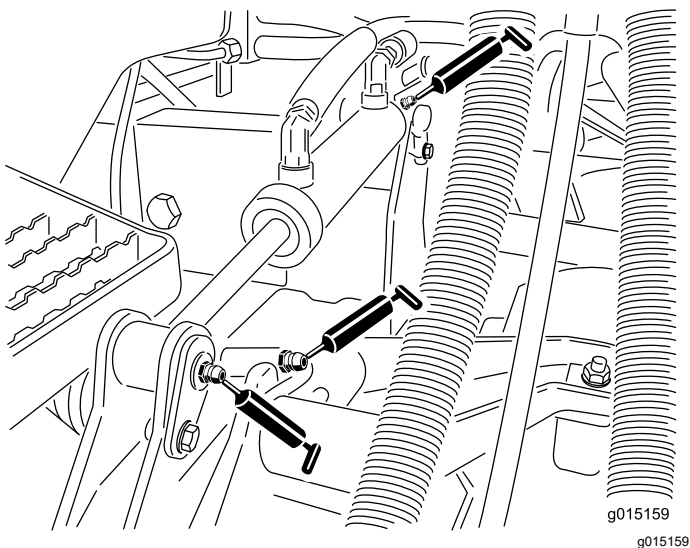

Figura 72
- Casquillos de los brazos de elevación (1 por unidad de corte) (Figura 72)
- Casquillos de los cilindros de elevación (2 por unidad de corte) (Figura 72)